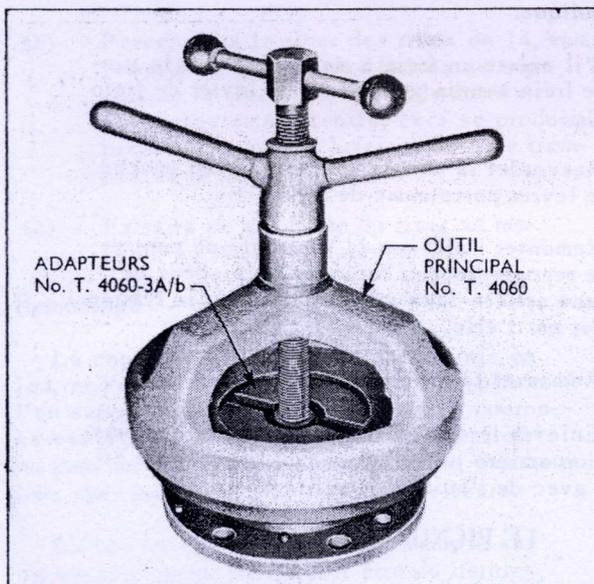

Fig. 26
5. Pour remplacer l'une des cuvettes de roulement du pignon, extraire la cuvette originale au moyen de l'outil principal N° T.4060, de l'adaptateur T.4060-3A/a et des demi-coquilles T.4060-3A/b (fig.26). Inverser la position des adaptateurs et monter la cuvette neuve en bloquant la poignée de l'outil principal pour attirer la cuvette dans sa position.